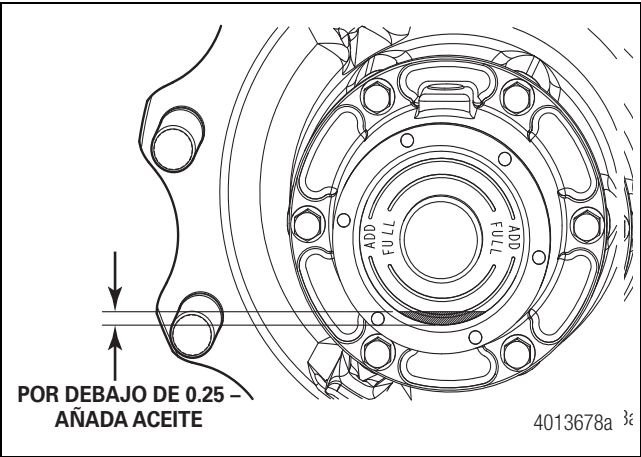

Figura 13.5
4. Inspeccione el nivel del aceite del extremo de rueda como mínimo cada 1,000 millas (1,600 km). Al revisar el nivel, asegúrese de que el vehículo esté nivelado; después limpie la ventanilla de la tapa de maza y observe el nivel de aceite. Agregue lubricante si el nivel de aceite está más abajo de 0.25 de pulgada (6.3 mm) de la línea de llenado. Figura 13.5.